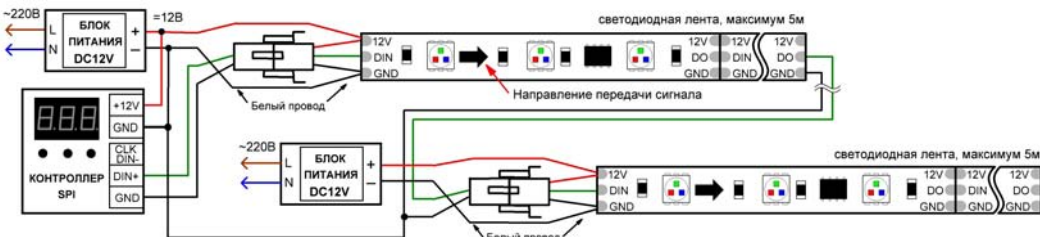

Рис.1. Схема подключения ленты.
- Подключите ленту к выходу блока питания и к контроллеру согласно приведенной схеме (Рис.1.), соблюдая полярность. При подключении лент и соединении отрезков учитывайте направление передачи цифрового сигнала, указанное стрелкой на ленте. Вход сигнала управления имеет обозначение «DIN», выход - «DO». Для подключения используйте коннекторы из комплекта поставки.
- Подключите ленту согласно схеме (Рис.1.), соблюдая полярность.